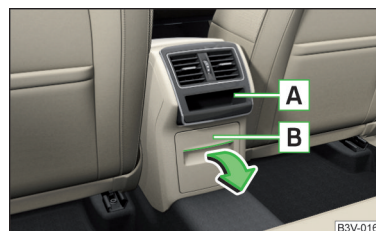

Fig. 104
En la consola central trasera se encuentra dependiendo del equipamiento un compartimento guardaobjetos abierto **A**, así como un compartimento guardaobjetos bloqueable **B** » fig. 104.
- » Para **abrir** el compartimento guardaobjetos **B**, tirar en la parte superior del hueco y abrir el compartimento en el sentido de la flecha » fig. 104.